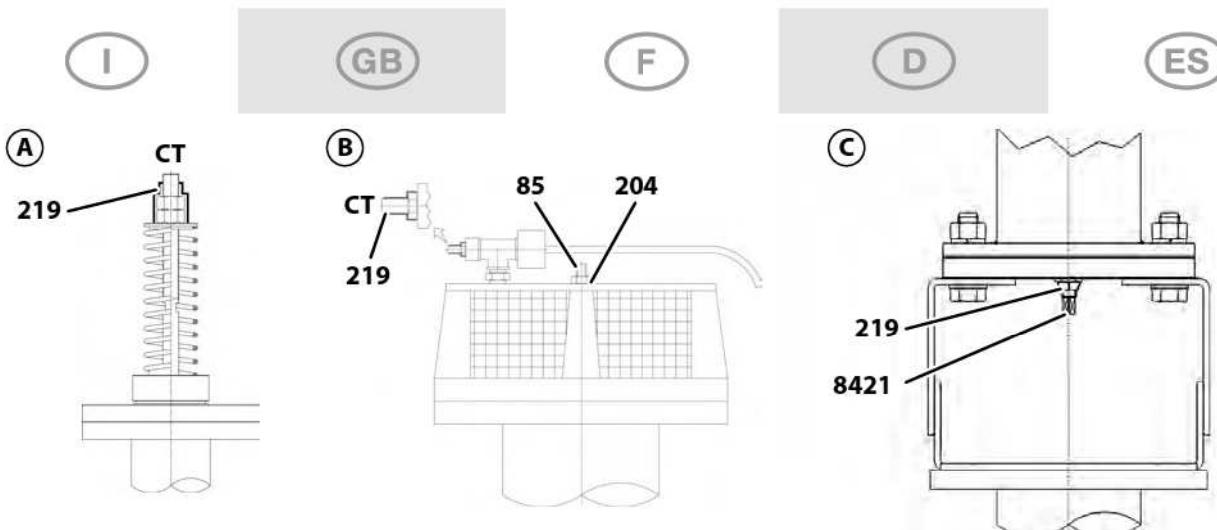

Fig.10
Se la valvola è dotata di sigillo nero CT (vedere Fig.10) è stata tarata in Robuschi. NON procedere all'operazione di taratura.
If the valve has a black CT seal (see Fig.10), it was set by Robuschi. DO NOT carry out the setting procedure.
Si la soupape est dotée d'un scellé noir CT (voir Fig. 10), c'est qu'elle a été tarée par Robuschi. NE PAS procéder au tarage.
Wenn das Ventil über schwarze Plombierung CT (siehe Abb.10) verfügt, wurde es bei Robuschi geeicht. Eichen Sie es NICHT.
Si la válvula está dotada de un sello negro CT (véase la Fig.10), ha sido calibrada en Robuschi. NO proceda a la operación de calibrado.
7.4.1 Funzionamento in pressione /P e /C (valvola RVP)(Fig.10-A)
7.4.2 Funzionamento in pressione /P (valvola VSM /P)(Fig.10-B)
7.4.1 Pressure operation /P and /C (RVP valve)(Fig.10-A)
7.4.2 Pressure operation /P (VSM /P valve)(Fig.10-B)
7.4.1 Fonctionnement en pression /P et /C (vanne RVP) (Fig. 10-A)
7.4.2 Fonctionnement en pression /P (vanne VSM /P) (Fig. 10-B)
7.4.1 Druckbetrieb /P und /C (Ventil RVP) (Abb.10-A)
7.4.2 Druckbetrieb /P (Ventil VSM) (Abb.10-B)
7.4.1 Funcionamiento a presión /P y /C (válvula RVP)(Fig.10-A)
7.4.2 Funcionamiento a presión /P (válvula VSM /P)(Fig.10-B)
7.4.3 Funzionamento in vuoto /V (valvola RVV)(Fig.10-C)
7.4.3 Vacuum operation /V (RVV valve)(Fig.10-C)